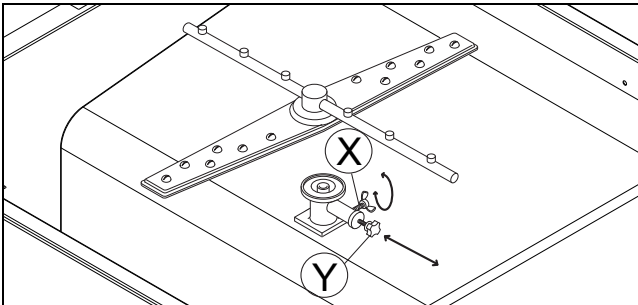

Figura 19 Ajuste de la presión del agua de lavado
- afloje la tuerca de mariposa "X" (Figura 19);
- presione la válvula limitadora "Y" (Figura 19) hacia dentro para reducir la presión del agua en el brazo de lavado inferior y aumentar así la presión del agua en el brazo de lavado superior, de modo que los objetos mantengan su posición.
- vuelva a apretar la tuerca de mariposa "X" (Figura 19).
- retire la válvula limitadora "Y" (Figura 19);